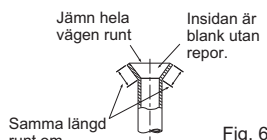

Fig. 6
- Jämför upplänsningen med Fig. 6.